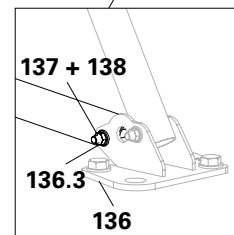

Abb. A15.06b
1. Ein Innenrohr (**135.2**) mit Schraube (**137**) und Mutter (**138**) an der vorde- ren Bohrung (**136.3**) der Fußplatte (**136**) montieren. (Abb. A15.06b).